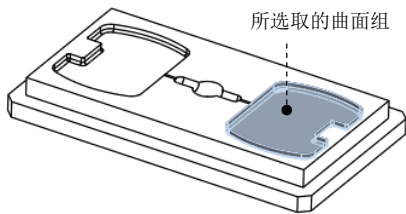

图 10.4.32 选取的曲面组
Step5. 在系统弹出的**▼ SURF PICK (曲面拾取)**菜单中依次选择**Model (模型)** **→ Done (完成)**命令，在系统弹出的**▼ SELECT SRFS (选择曲面)**菜单中选择**Add (添加)**命令，然后选取图 10.4.32 所示的凹槽的四周侧面及底面，选取完成后，在“选择”对话框中单击**确定**按钮。最后选择**Done/Return (完成/返回)**命令，完成 NC 序列的设置。